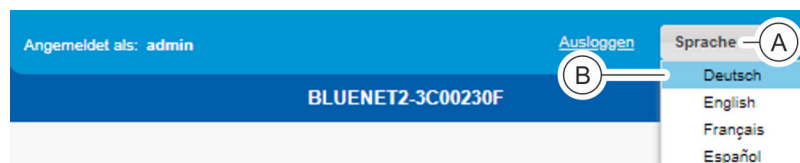

Abb. 88: Sprache umstellen
1. In der Titelzeile die Schaltfläche „Sprache“ (Abb. 88/A) anklicken.
2. Gewünschte Sprache auswählen (z. B. Abb. 88/B).